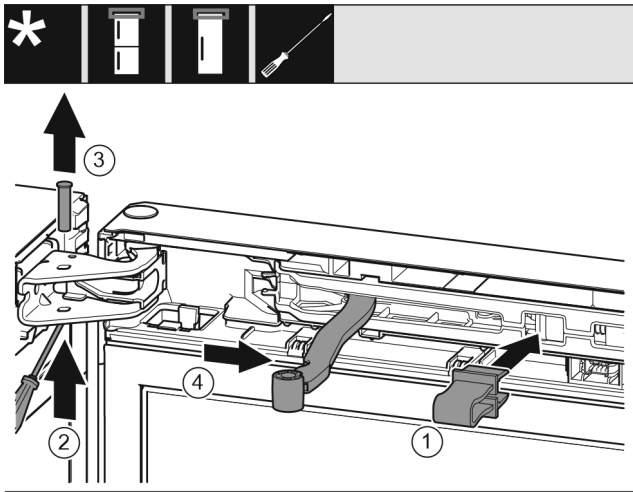

Fig. 6
- ▶ Pattintsa be a biztosítékot a nyílásba. Fig. 6 (1)
- ▶ Tolja ki a csapszeget csavarhúzóval. Fig. 6 (2)
- ▶ Vegye ki a csapszeget felfelé. Fig. 6 (3)
- ▶ Forgassa az ajtó irányába a csuklót. Fig. 6 (4)